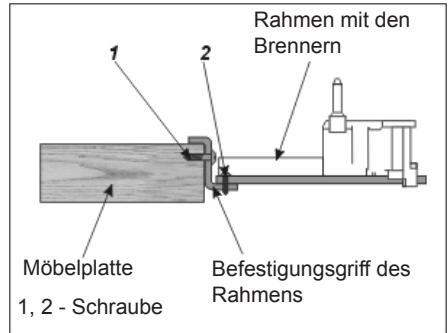
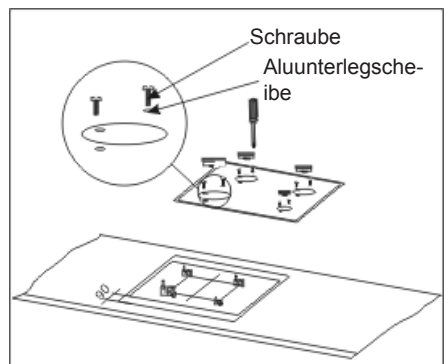
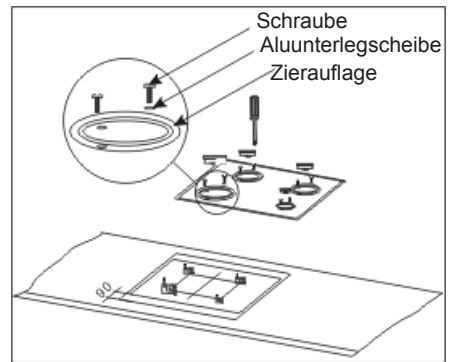

Bild 3
Bild 5
Bild 6
3. Es sollen die Schrauben Nummer 2 auf dem Bild 3 gelöst werden.
6. Der Rahmen mit den Brennern soll so verschoben werden, dass die Maßeinstimmigkeit von 90 mm (Bild 5) erreicht wird und in dieser Position soll der Rahmen mit den Brennern mit Hilfe von Schrauben Nummer 1 (Bild 3) in der Aussparung der Arbeitsplatte blockiert werden.
8. Auf den Rahmen mit den Brennern soll die Arbeitsplatte angebracht und an die Brenner mit den 8 M3 Schrauben mit den Unterlegscheiben angeschraubt werden (Bild 5).
- 6 Der Rahmen mit den Brennern soll so verschoben werden, dass die Maßeinstimmigkeit von 90 mm (Bild 6) erreicht wird und in dieser Position soll der Rahmen mit den Brennern mit Hilfe von Schrauben Nummer 1 (Bild 3) in der Aussparung der Arbeitsplatte blockiert werden.